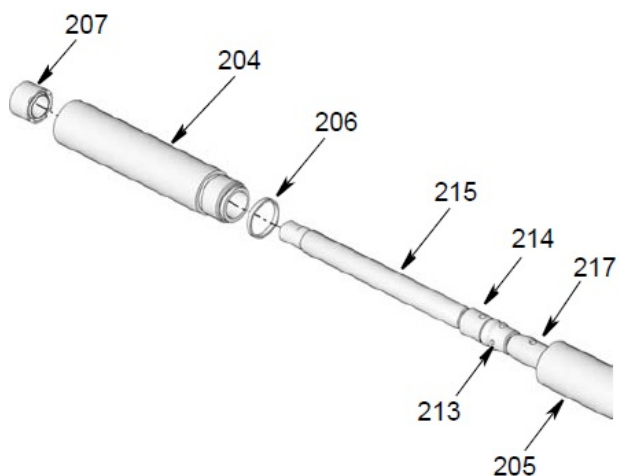

Рис. 23
18. С помощью двух заводных ключей приложите усилие в противоположном направлении, ослабьте шайбовый цилиндр, отсоедините цилиндр (204) насоса от шайбового цилиндра (205). После достаточного ослабления цилиндра (204) отвинтите винт вручную, снимите его с других сегментов (рис. 23).